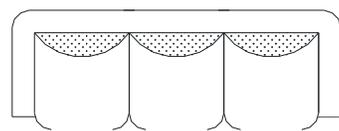

图 2-1-12
**STEP 09** 使用同样的方法绘制三人座沙发，如图 2-1-12 所示。